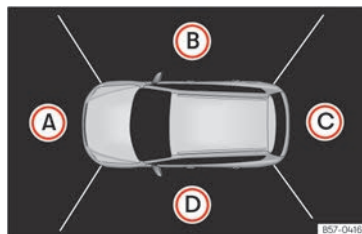

Abb. 146 Anzeige der Rundumsicht: Vogelperspektive.
Es stehen 4 verschiedene Ansichten zur Verfügung >>> (**Abb. 146**):
Die Kombination aller Kamerabilder ergibt die Vogelperspektive >>> (**Abb. 146**). Die Vogelperspektive kann durch Drücken auf das Fahrzeug innerhalb des Bereiches gewählt werden.
Durch Drücken auf die verschiedenen Bereiche >>> (**Abb. 146**) (A) bis (D) der Vogelperspektive oder der reduzierten Vogelperspektive kann die entsprechende Ansicht gewählt und fixiert werden, die dann in Orange hervorgehoben wird.
Am Bildschirm des Infotainment-Systems wird die Vogelperspektive dargestellt » (Abb. 146). Wenn die Taste bei einer Fahrgeschwindigkeit über 15 km/h (9 mph) gedrückt wird, wird kein Bild angezeigt.